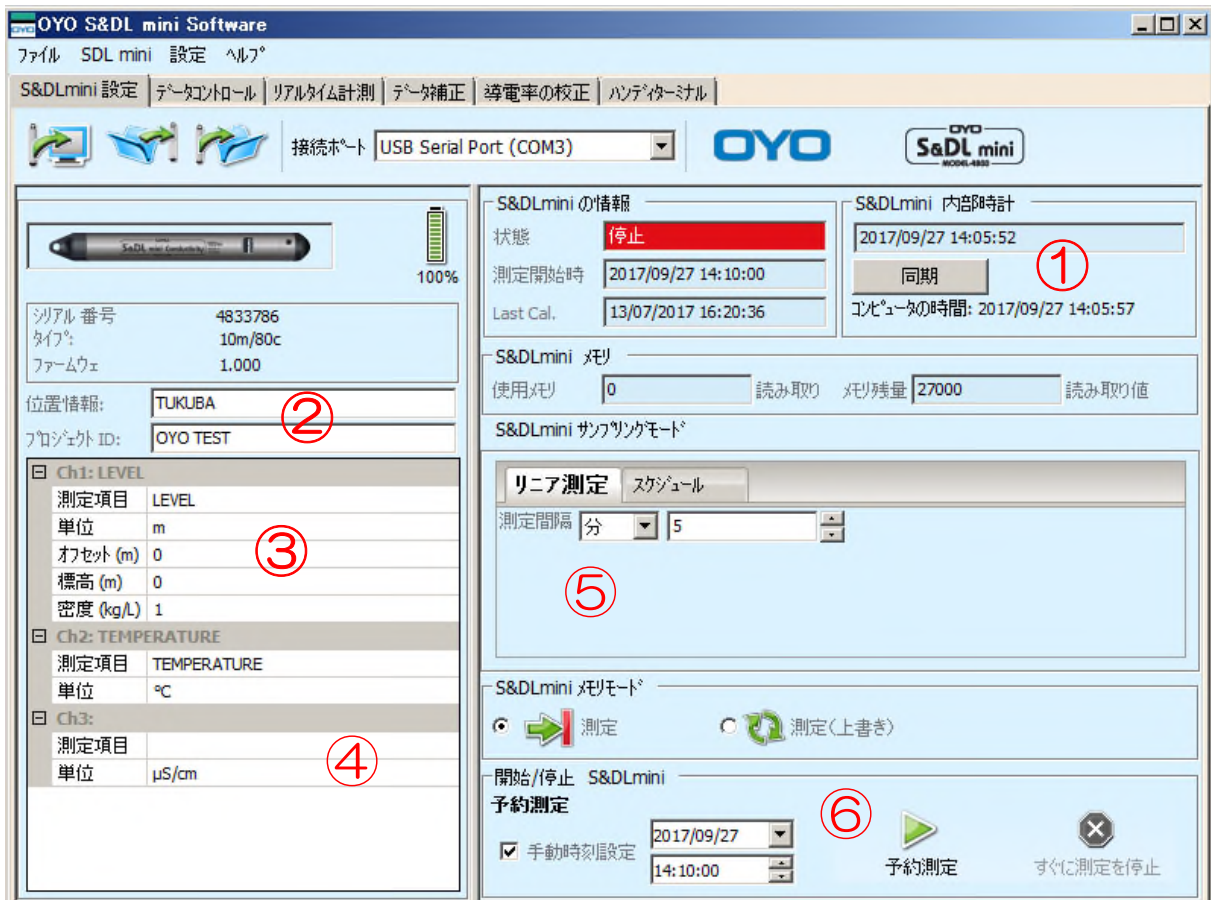

図 6-2 S&DL mini の内部情報の表示
6.1 S&DL mini ECメータの内部時計の設定 (図 6-2 ①)
6.2 位置情報、プロジェクトIDの設定 (図 6-2 ②)
6.3 オフセット[m]、標高[m]、密度[kg/L]の設定 (図 6-2 ③)